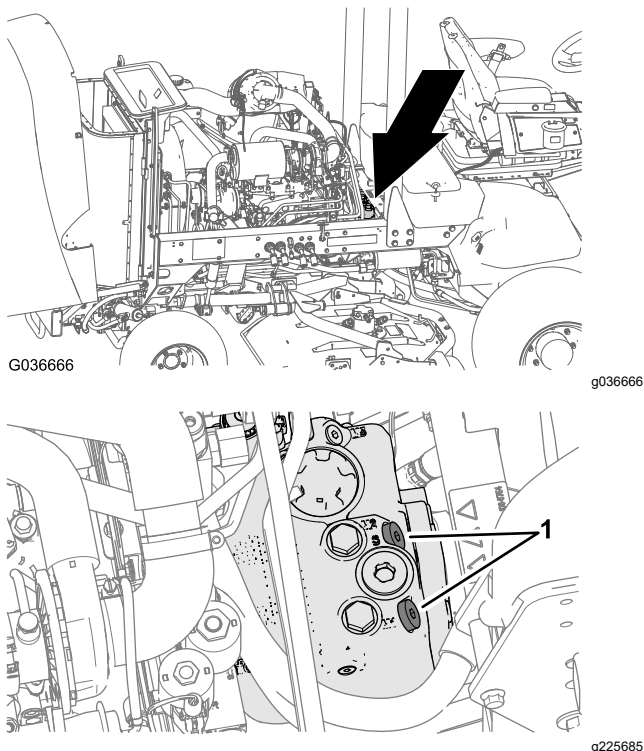

Figura 43
1. Aprite il cofano e individuate le valvole di sfogo (**Figura 43**) sopra alla pompa, dietro alla cassetta della batteria/al vano portaoggetti.